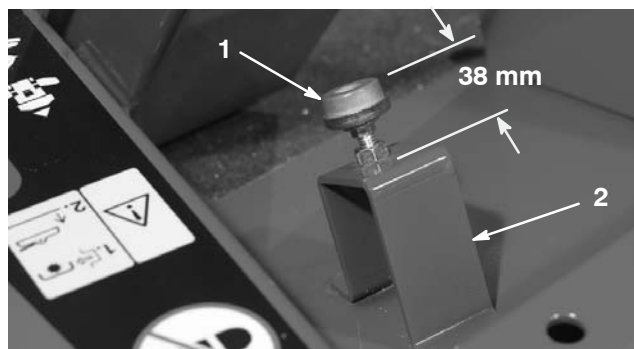

Bild 65
2. Prüfen Sie die Einstellung des Anschlages des Fahrpedals. Die Entfernung von der Oberseite des Ständers bis zur Oberseite des Anschlages muss 38 mm betragen (Bild 65). Lockern Sie die Muttern und stellen die Entfernung bei Bedarf ein.